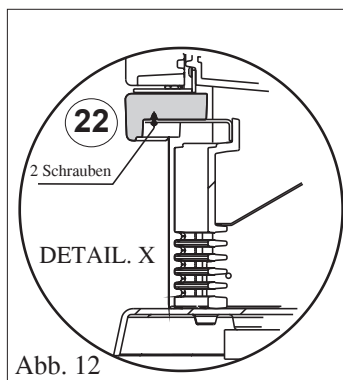

Abb. 12
- Mit dem Inbusschlüssel die Befestigungsschrauben des Sockelgitters aus Gusseisen (43) ausschrauben und dieses abnehmen.
- Die Blende (22) platzieren und sie mit den mitgelieferten 2 Schrauben M6x12 (mithilfe eines Inbusschlüssels) wie im Detail "X" angegeben, befestigen (Abb. 12).